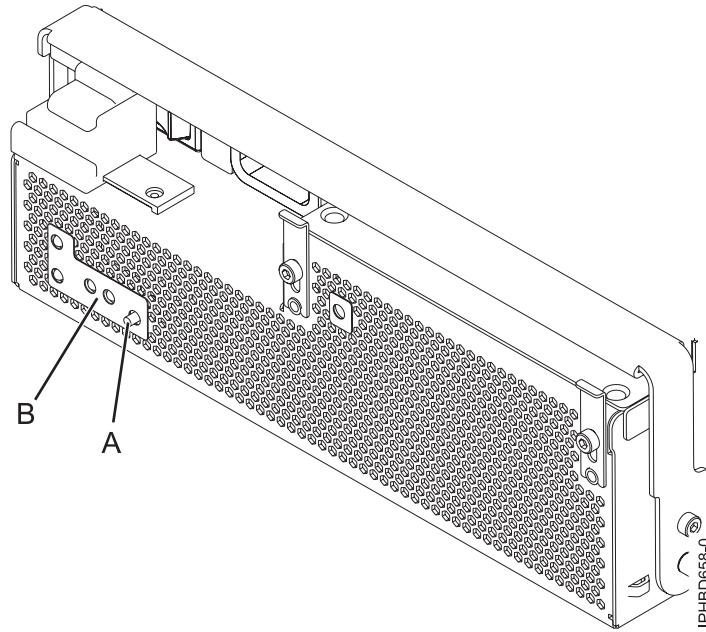
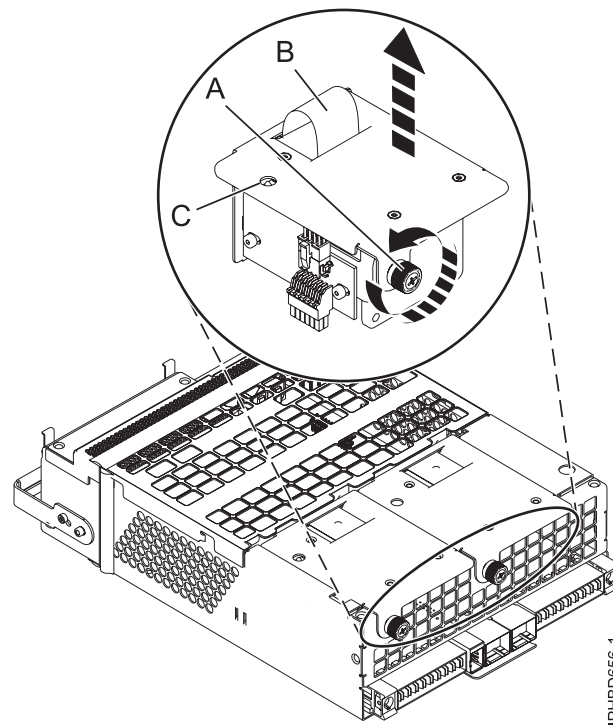

Figure 13. Bouton d'identification du ventilateur et voyant d'incident ventilateur
Figure 14. Retrait d'un ventilateur
Remarque : Si un ventilateur est défaillant, le voyant orange d'incident ventilateur (**B**) à l'avant de l'OCA (Offline Converter Assembly), comme illustré à la figure 13, à la page 17, est allumé de manière fixe.
- a. Pour identifier le ventilateur défaillant, appuyez sur le bouton d'identification du ventilateur (A), comme illustré à la figure 13. Un voyant d'incident ventilateur orange (C) allumé de manière fixe à droite ou à gauche, comme illustré à la figure 14, indique un ventilateur défaillant.
- b. Dévissez la vis moletée (A) qui fixe le ventilateur au bloc d'alimentation, comme illustré à la figure 14.
- c. Utilisez la poignée du ventilateur encastré (B) pour extraire le ventilateur du bloc d'alimentation comme illustré à la figure 14, à la page 17.